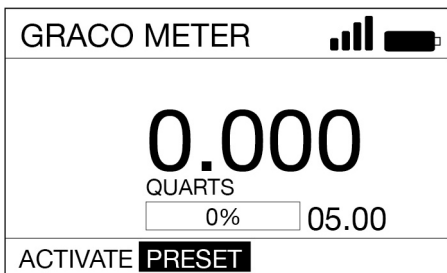

FIG. 32
3. Utilizzare il tasto FRECCIA DESTRA per evidenziare il valore PRESET (H) nella schermata. Premere il pulsante INVIO per selezionare il valore PRESET (FIG. 32).
5. ACTIVATE (D) è evidenziato nella schermata. Premere il pulsante INVIO per selezionare ACTIVATE (Attiva).
6. Premere il grilletto per erogare il fluido. (Il display (E) mostra la quantità erogata.)